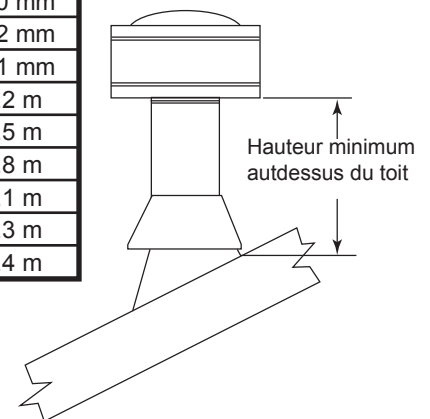

Fig. 45 Hauteurs minimales requises au-dessus du toit.
10. Serrez les languettes du collier. Vissez trois (3) vis à métal #8 x 1/4 po à travers le collier et le mur extérieur du tuyau. **NOTA** : Si la boîte de plafond cathédral est utilisée, il peut être nécessaire de fixer les tuyaux au poêle de manière temporaire. Déterminez et marquez l'emplacement du collier de support sur le tuyau. Débranchez et retirez les tuyaux assemblés. Fixez le collier de support de la manière décrite ci-dessus (à l'endroit marqué) et réinstallez l'ensemble de tuyaux. Cette opération est nécessaire due au manque d'espace dans la boîte de support de plafond cathédral. Installez les supports de dégagements requis.
11. Ajoutez des longueurs de tuyaux et de coupe-feu jusqu'à ce que l'ensemble dépasse du toit d'une hauteur suffisante afin de respecter les codes locaux concernant la hauteur minimum d'une sortie d'échappement et suivez les instructions d'installation de l'appareil fournie par le fabricant. (Fig. 45)